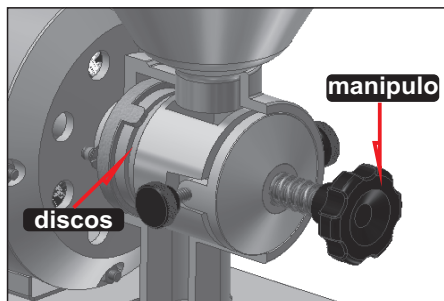

Figura 11
3.1.2 Solte o manipulô (36), girando no sentido anti-horário de forma que os disco de moagem não fiquem em atrito durante o uso do moedor de carne, conforme *figura 11*.
3.2.2 Ligue a máquina no botão liga/desliga (27) e gire no sentido horário o manipulô (36) que se encontra no mancal de regulagem (28), até ouvir um leve atrito dos disco de moagem (12) conforme *figura 11*.